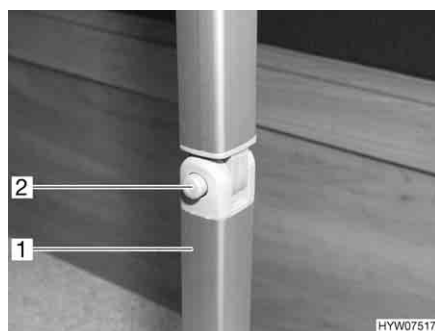

Fig. 26 Supporto snodabile tavolo sospeso
- Premere il bottone di sbloccaggio (Fig. 26,2) e mantenerlo premuto.
- Ribaltare di 90° all'indietro la parte inferiore del piede del tavolo (Fig. 26,1). Il bottone di sbloccaggio scatta di nuovo all'infuori.